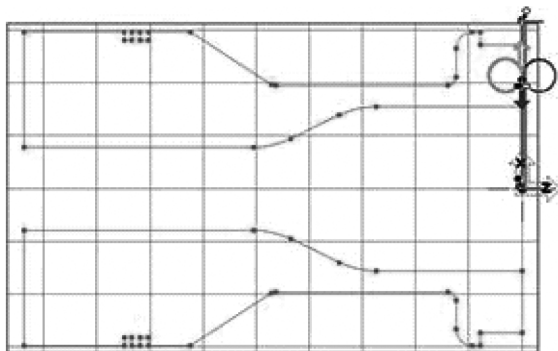

图 6-49 设定加工标记
2) 设定图 6-49 所示的加工标记（起点、终点及切向位置），并运算刀具路径轨迹。